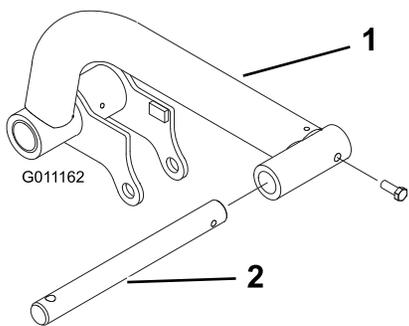

Рисунок 14
2. Вставьте ось поворота в каждый подъемный рычаг и совместите монтажные отверстия (Рисунок 14).